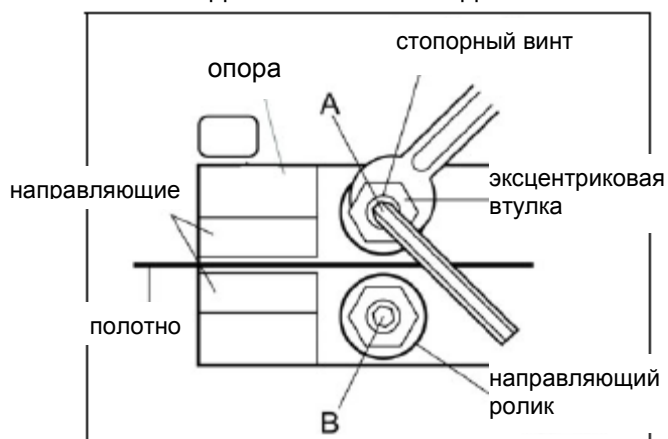

Рис.24
3. Ослабьте стопорный винт (А, Рис.24) шестигранным ключом.